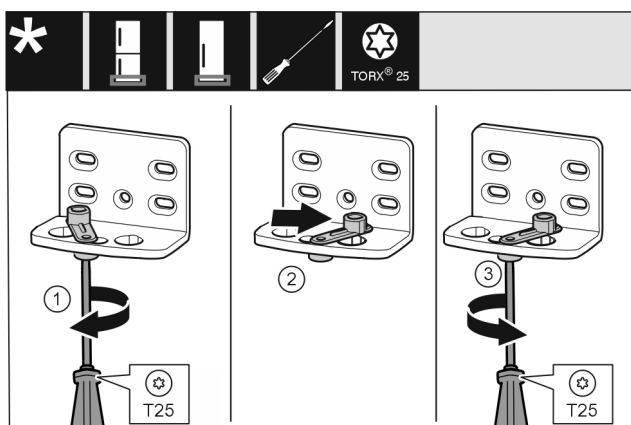

Fig. 13
- ▶ 将螺钉 Fig. 13 (1) 用螺丝刀拧松。
- ▶ 将关门辅助装置 Fig. 13 (2) 提起并向右 90° 转入钻孔。
- ▶ 将螺钉 Fig. 13 (3) 用螺丝刀拧紧。